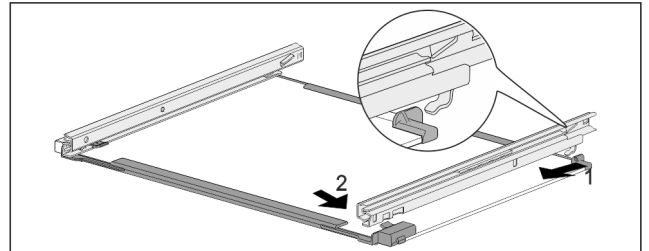

Fig. 206 Üveglap sínekkel
- ▶ Akassza be hátul a sínt. Fig. 206 (1)
- ▶ Elöl pattintsa be a sínt. Fig. 206 (2)